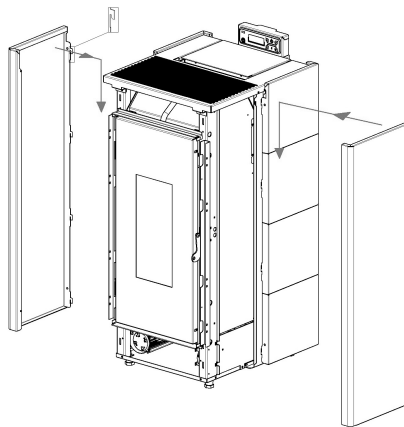

Fig. 43 - Accrocher les panneaux
- Accrocher les panneaux colorés: encaster la partie avant entre les guides présents sur le poêle, puis accrocher derrière à l'aide des dents (voir **Fig. 43**).